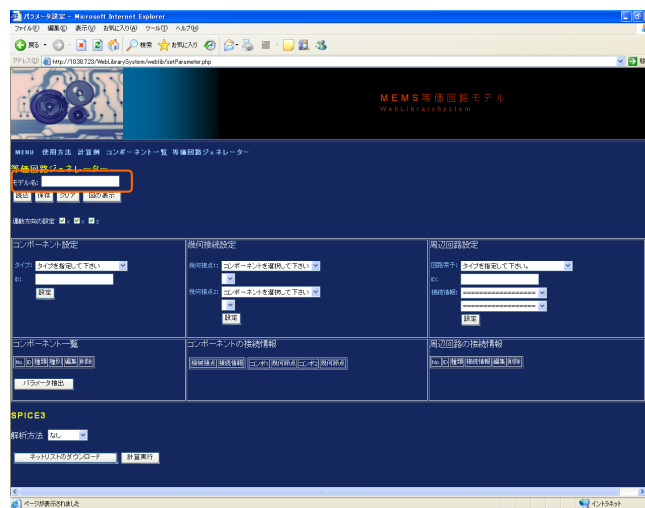

Figure 8: モデル名設定
- (a) まず、デバイスを表す「モデル名」を入力する (図8)。